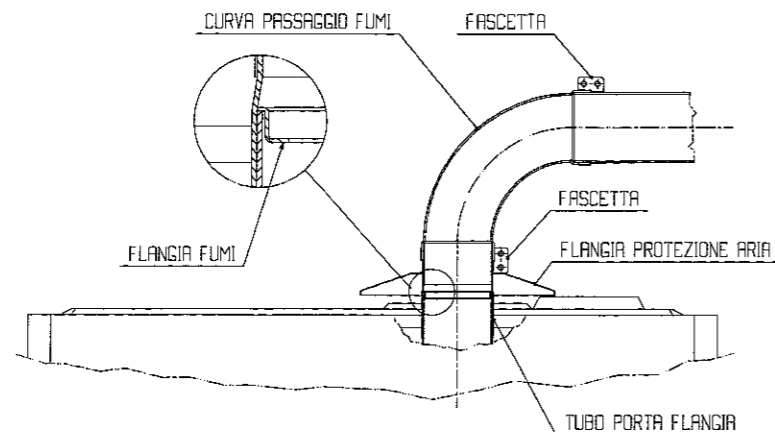

FIG. 6
**ATTENZIONE:** quando l'installazione prevede una tubazione di lunghezza maggiore di m. 1, eliminare la flangia fumi (46).
– Montare le eventuali prolunghe avendo cura di imboccarle correttamente, quindi la curva tra tubi e caldaia bloccandola con le apposite fascette di sicurezza (fig. 6).